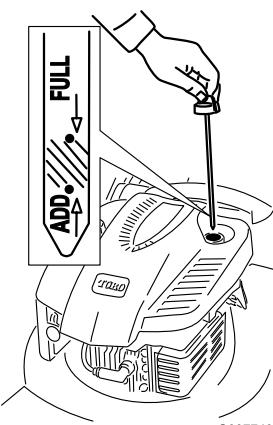

Figura 8
1. Togliete l'asta di livello (Figura 8).
2. Versate **lentamente** l'olio nel tubo di riempimento finché non raggiunge il segno di **pieno** sull'asta (Figura 8). **Non riempite troppo.** (Riempimento massimo: 0,59 litri, tipo: olio detergente SAE 30 con classificazione API SF, SG, SH, SJ, SL o superiore.)
1. Togliete l'asta di misurazione del livello dell'olio, asciugatela ed inseritela a fondo nel foro (Figura 8).
2. Estraete l'asta e controllate il livello dell'olio (Figura 8). Se il livello dell'olio è inferiore alla tacca **Add** sull'asta, versate **lentamente** dell'olio nel foro del boccettone fino a portarne il livello alla tacca **Full** sull'asta. **Non riempite troppo.** (Riempimento massimo: 0,59 litri, tipo: olio detergente SAE 30 con classificazione API SF, SG, SH, SJ, SL o superiore.)